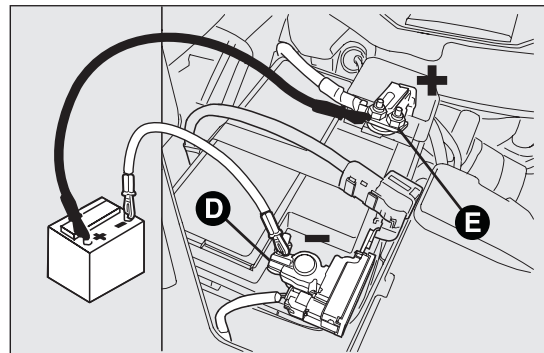

fig. 130
- collegare il cavo positivo dell'apparecchio di ricarica al polo positivo della batteria E fig. 130 ed il cavo negativo al morsetto del sensore D;